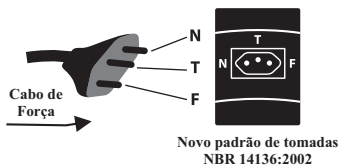

Figura 1 Padrão de ligação das tomadas.
7. Caso o LED vermelho acenda, verifique as condições do aterramento e se a fase e o neutro da rede estão como indicado na figura 1. Em redes bifásicas é normal que o LED vermelho permaneça aceso.